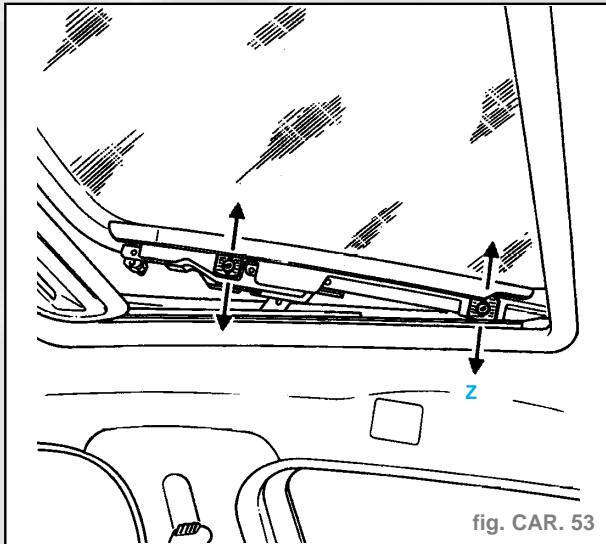

fig. CAR. 53
- Comme pour le réglage du jeu avant/arrière agir sur les vis et sur le panneau (fig. CAR. 53).